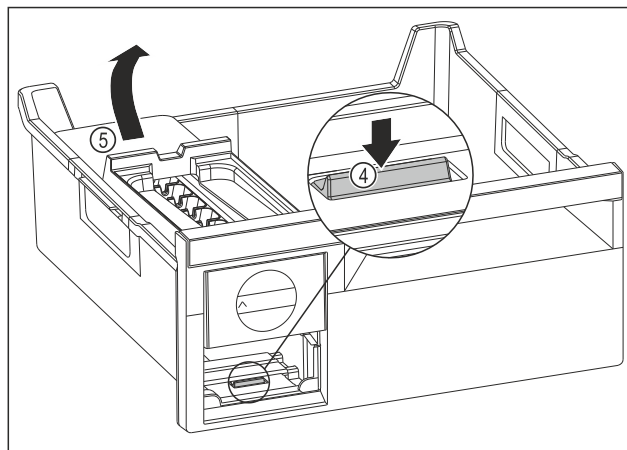

Fig. 96
- ▶ Изваждане на корпуса на EasyTwist-Ice: Натиснете езичето Fig. 96 (4) с пръст надолу и едновременно с това с другата ръка повдигнете корпуса на EasyTwist-Ice Fig. 96 (5) отзад.